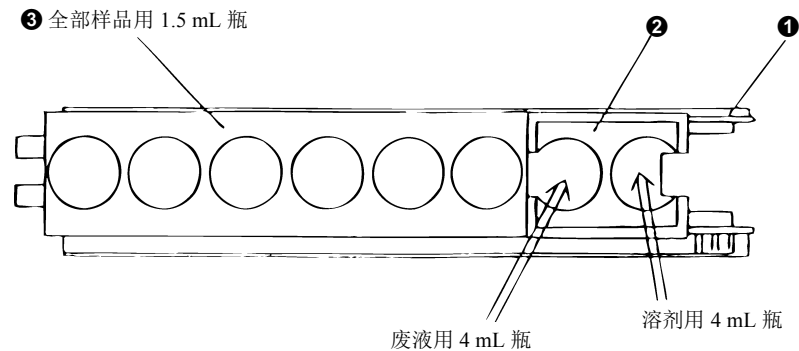

图 2-41
②、③ 的安装方法请参考图2-23。在组装好的样品架上，如图2-41所示安装各种瓶子。